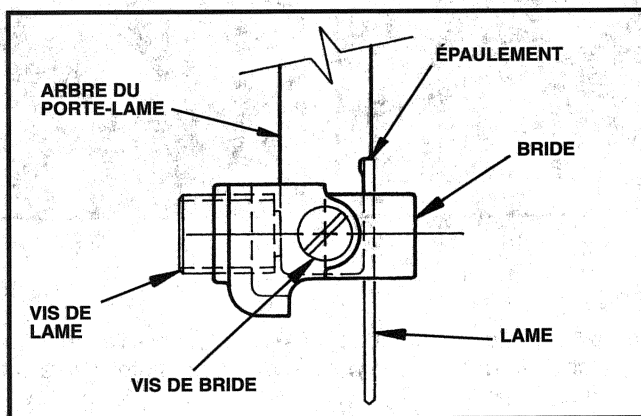

Fig. 4
2. Insérer le tournevis derrière l'arbre du porte-lame, Fig. 4, et déplacer l'arbre vers l'avant pour permettre l'assemblage de la bride. Positionner la bride sur l'arbre du porte-lame comme illustré à la Fig. 4, et serrer la vis de bride ; desserrer ensuite la vis de bride d'un quart de tour.
3. Poser la lame « universelle » (avec les dents dirigées vers l'avant) jusqu'à ce que le dessus de la lame vienne en contact avec l'épaule, Fig. 4.